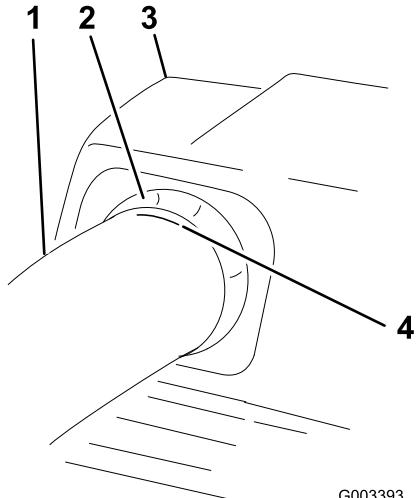

Bild 25
7. Wenn Sie einen Abstand von 19 mm haben, markieren Sie das obere Rohr außen an der Stelle, an der die Gummidichtung hervorsteht (Bild 25).
11. Stellen Sie sicher, dass die Markierung von Bild 25 noch vorhanden ist.